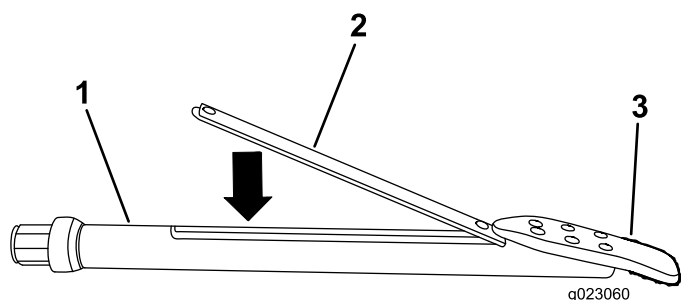

Рисунок 39
3. Вставьте маячок в корпус зонда передним концом в сторону бурового долота (Рисунок 39).